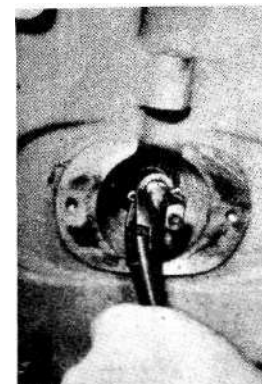

Bild 4-235
6. Splint in Schaltgabel unten herausnehmen. (Seitenschneider) (Bild 4-235)